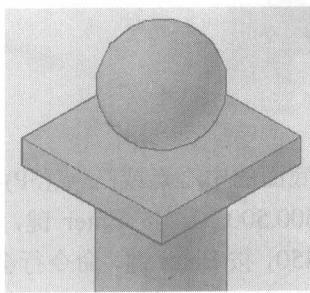

图 2-7 创建球体
**6** 单击○“球体”按钮后，命令行会出现“指定第一个角点或[中心(C)]”提示符，在命令行输入 300,300,3000，按 Enter 键，命令行会出现“指定半径或[直径(D)]”，在命令行输入 200，按 Enter 键，在视图中会出现如图 2-7 所示的球体。